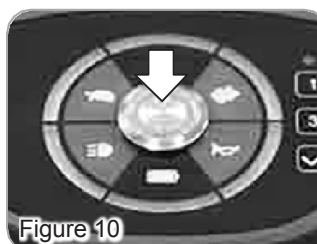

Figure 10
- Appuyez sur le bouton d'alimentation pour allumer/éteindre (figure 10). Consultez la section 4-1 pour plus de précisions.